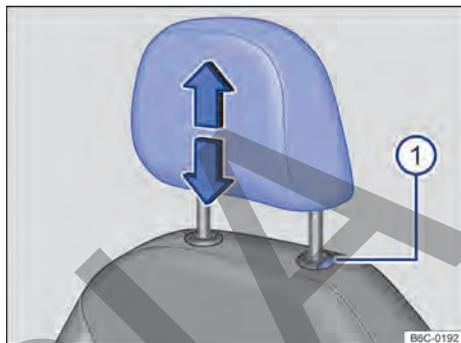
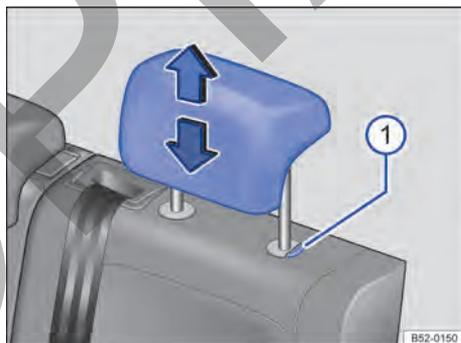

Fig. 63 Apoyacabezas delantero: ajustar.
Fig. 64 Apoyacabezas trasero: ajustar.
- Mover el apoyacabezas hacia arriba o hacia abajo, en el sentido de la flecha, presionando el botón → fig. 63 ① o → fig. 64 ① presionado → ⚠ en *Introducción al tema* de la pág. 81.